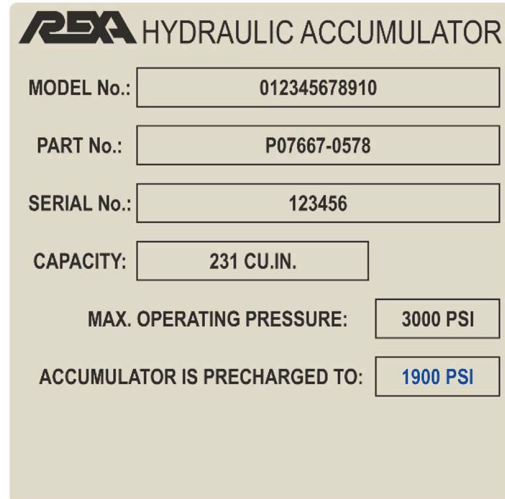

Figura 10: Etiqueta de pressão da garrafa
Se o atuador for instalado em um ambiente de gás perigoso, classificado como Divisão 1 ou Zona 1, será fornecido um módulo à prova de explosão C ou D, mostrado na Figura 10.
- Adicione nitrogênio usando o kit de carga apropriado (número de peça REXA K09851-3000). Veja a Figura 15 abaixo. Usando o procedimento de pré-carregamento, DOC134, adicione nitrogênio até que a pressão atinja o que é mostrado na etiqueta da garrafa (normalmente 1900 psi) mostrada na Figura 10.